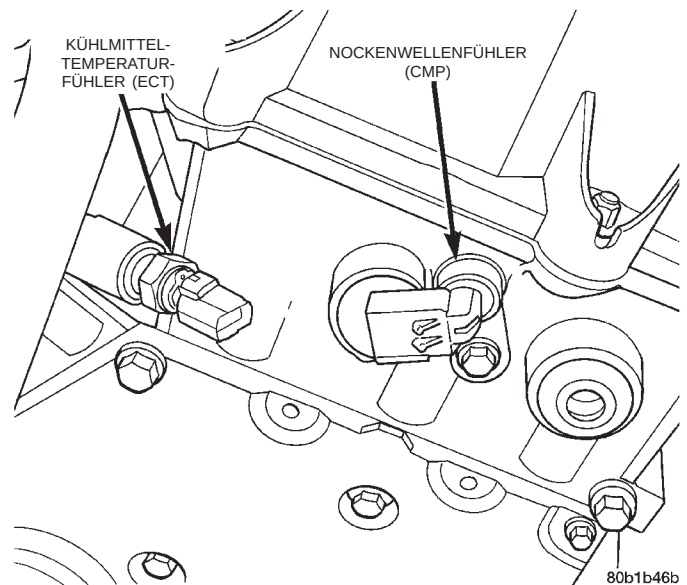
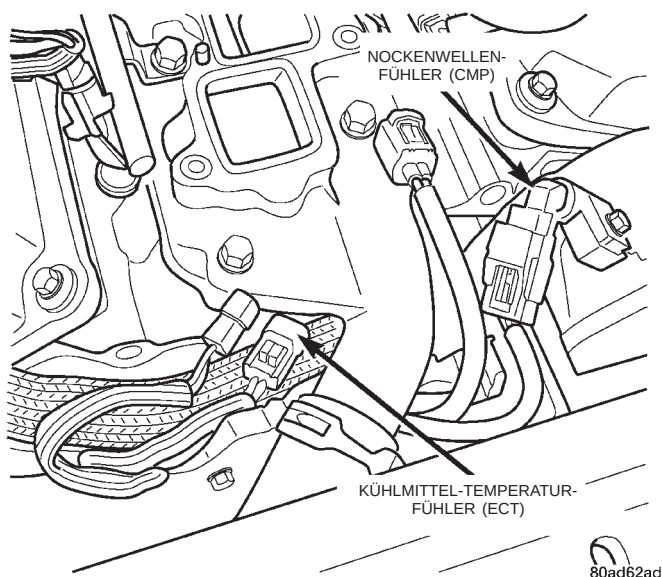

Abb. 33 Kühlmittel-Temperaturfühler (ECT) — 2.7L-Motor
Abb. 34 Kühlmittel-Temperaturfühler (ECT) — 3.2L-/3.5L-Motor
(6) Prüfen, ob der Steckverbinder am Kühlmittel-Temperaturfühler (ECT) angeschlossen ist (Abb. 33) oder (Abb. 34).